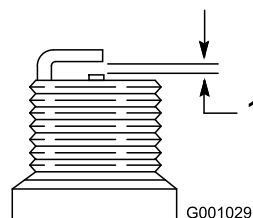

Рисунок 45
4. На новой свече установите зазор между электродами 0,76 мм, как показано на Рисунок 45.